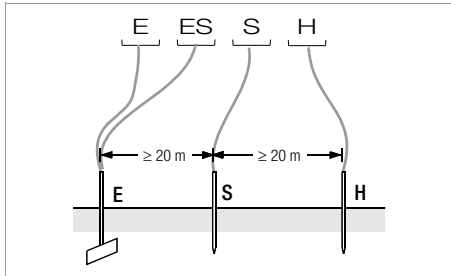

Bild 3 Messung des Erdungswiderstandes nach dem Vierleiterverfahren
- ☞ Setzen Sie die Spieße für Sonde und Hilfserder in mindestens 20 m bzw. 40 m Entfernung vom Erder (vgl. Bild 3 Seite 19).